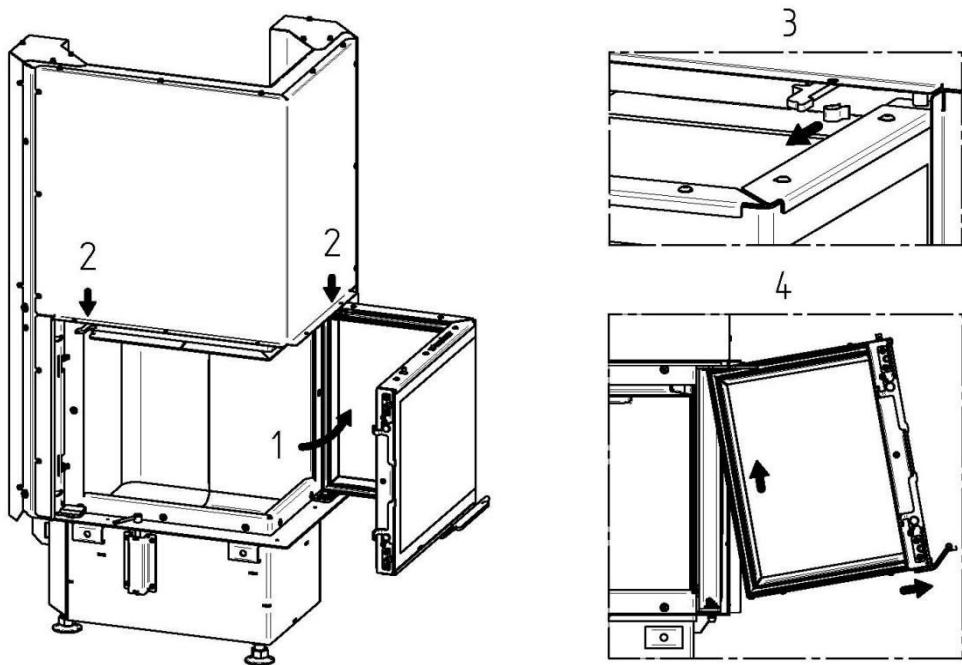

Рис. 9
- Угловая топка с подъемным механизмом (Рис. 9)**